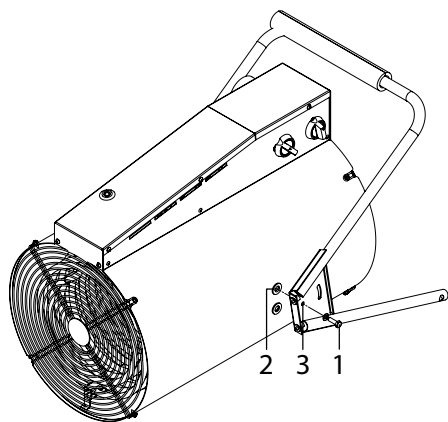

Рис. 2
Совместить отверстие в опоре (3) с верхней резьбовой гайкой (2) на корпусе и наживить болт М6х20 с шайбой (2 шт.) (1) с обеих сторон теплового вентилятора (Рис. 2)
Электронагревательные элементы, после срабатывания устройства аварийного отключения, автоматически не включаются. Для возврата устройства аварийного отключения в рабочее положение необходимо нажать на кнопку сброса аварийного термостата (Рис. 2)